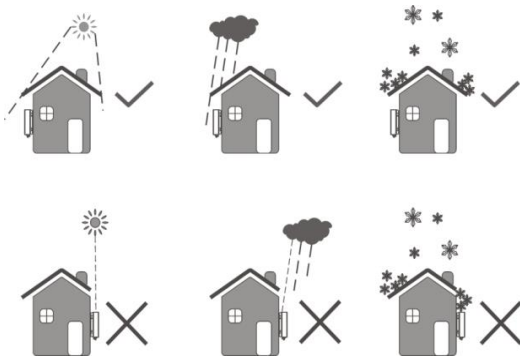

FIG.6-1 Posições de instalação do inversor
- 9) Instale o inversor em locais com alguma cobertura ou proteção, para garantir o ótimo funcionamento, conforme FIG.6-1.